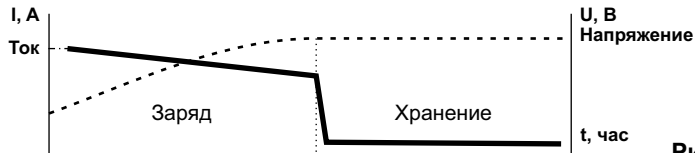

Рис. 2
1. Если при повороте ручки ток не увеличивается и индикатор «Режим» светится зеленым цветом, то ЗУ работает в режиме стабилизации напряжения (интервал хранения – на графике, рис. 2.)